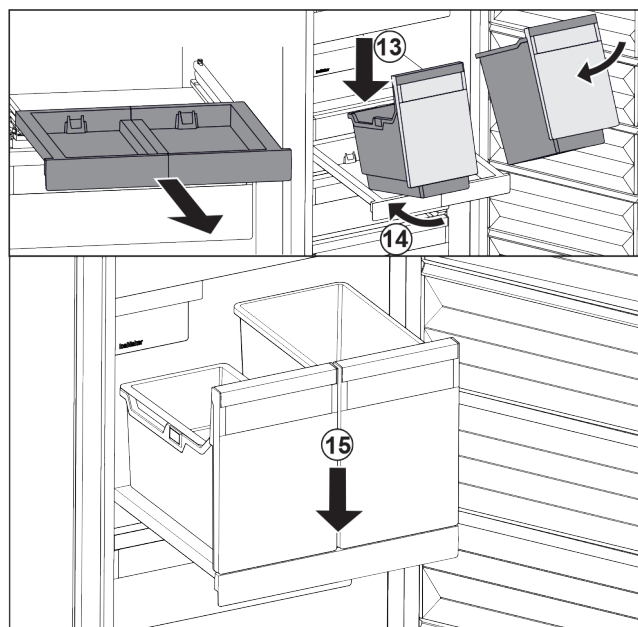

Fig. 86
- ▶ Placer les bacs sur le compartiment coulissant en les inclinant. *Fig. 86 (13)*
- ▶ Pousser les bacs jusqu'au fond en les inclinant. *Fig. 86 (14)*
- ▶ Déposer les bacs par l'avant. *Fig. 86 (15)*